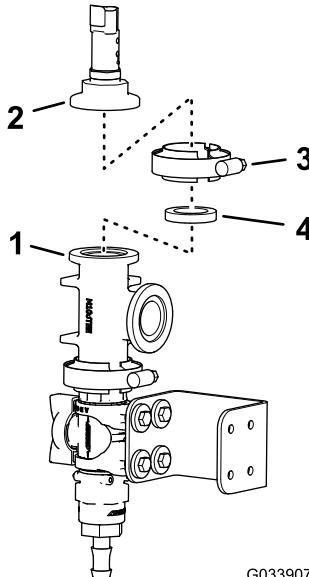

Figure 30
- Alignez la bride du transducteur de pression et la bride du raccord en T, comme montré à la Figure 30.
- Montez le transducteur de pression sur le raccord en T à l'aide du collier à bride et serrez le collier à la main (Figure 30).